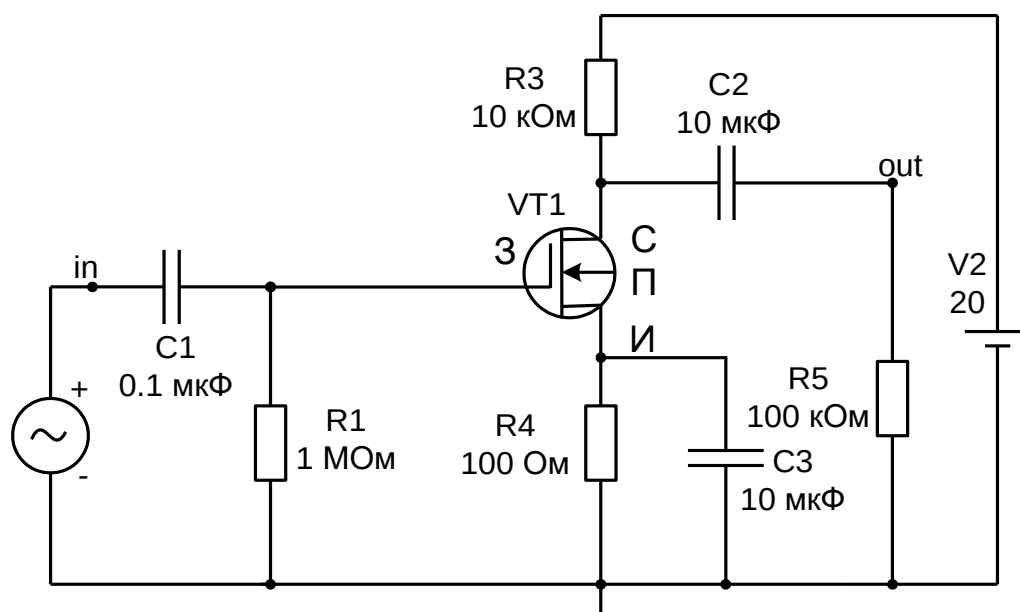

Рисунок 4.3 – Усилительный каскад с ОИ на МДП– транзисторе
2.4. Данная схема с входным делителем применяется в усилительных каскадах на МДП–транзисторах с индуцированным каналом. Аналогичный каскад на МДП–транзисторе со встроенным каналом строится по схеме с нулевым потенциалом на затворе, где резистор R2 отсутствует, а R1 максимально велик (100 кОм – 1 МОм) и нужен лишь для защиты транзистора от статического электричества. Эта схема имеет лучшие входные параметры, а требуемое напряжение затвор–исток задается падением напряжения на R4. Схема изображена на рис.4.3. Модели МДП–транзисторов со встроенным каналом для моделирования этой схемы по вариантам приведены в табл. 4.3.